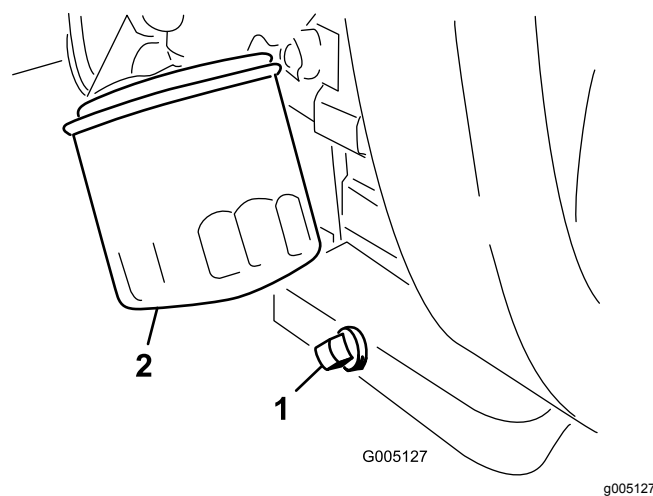

Figura 28
1. Togliete il tappo di spurgo (Figura 28) e lasciate defluire l'olio in una bacinella. Quando l'olio cessa di defluire, rimontate il tappo.
2. Togliete il filtro dell'olio (Figura 28).